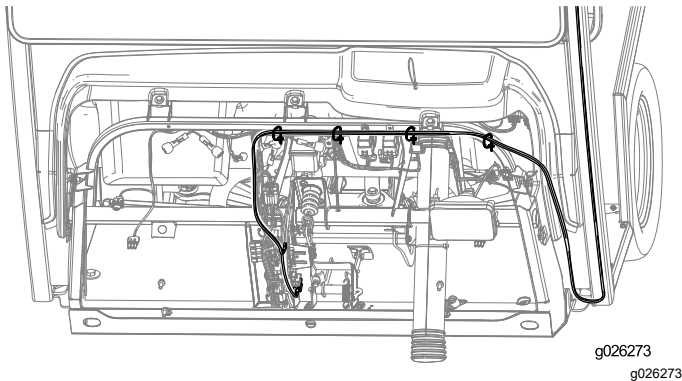

Figura 33
1. Encaminhe cablagem como se mostra na Figura 33 e prenda-a com quatro braçadeiras de cabos.